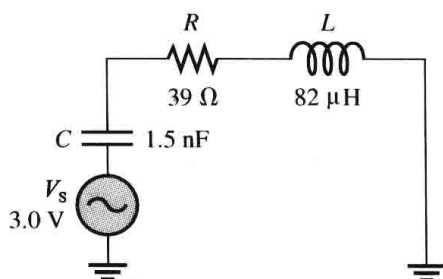

图 13-68
11. 求图 13-68 所示 RLC 电路的谐振频率与截止频率。
12. 试问图 13-68 中半功率点的电流值是多少?